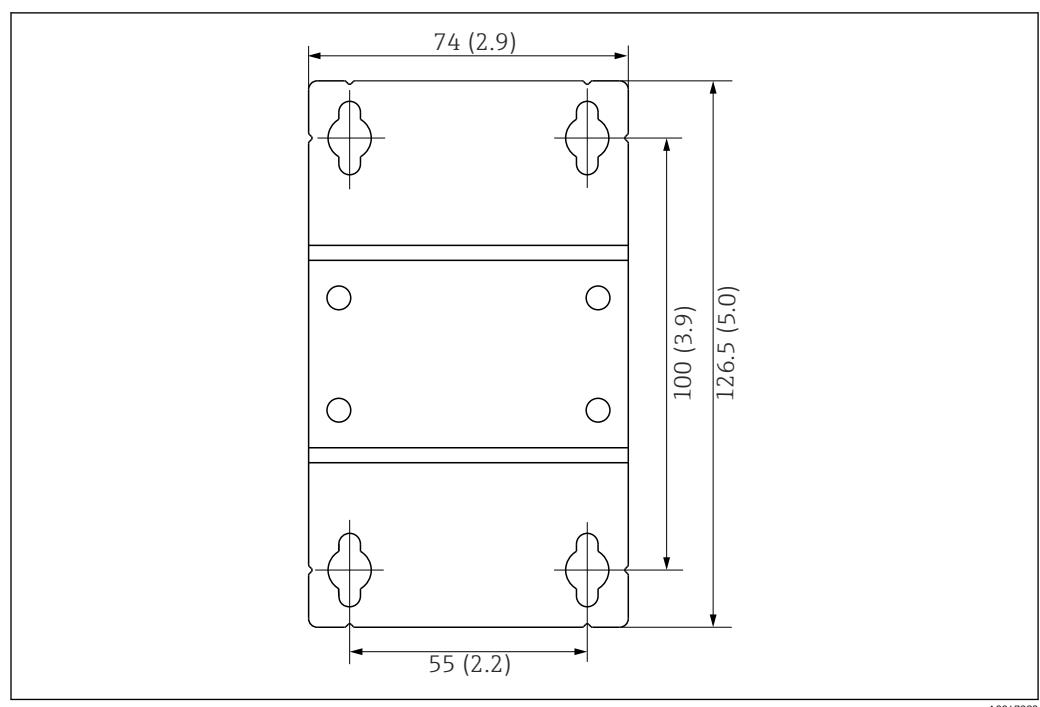

图 3 墙装架外形尺寸示意图；单位：mm (in)
2. 在面板上标出 4 个安装孔的位置。操作时注意尺寸参数→ **图 3, 图 10**。